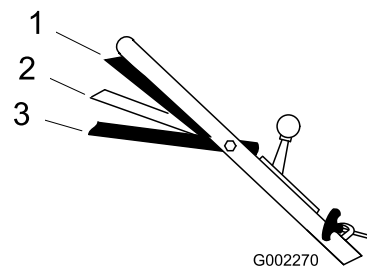

Figura 17
3. Apriete la barra de control contra el manillar hasta la posición Marcha/avance (Figura 17).